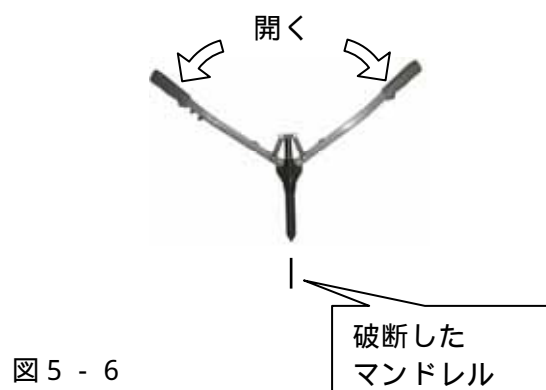

図5-6
- (4) ノーズピースを下に向けて、ハンドルを最大に開いて破断したマンドレルを排出してください。マンドレルの排出を確認した後、次の締結に移ってください。(図5-6)